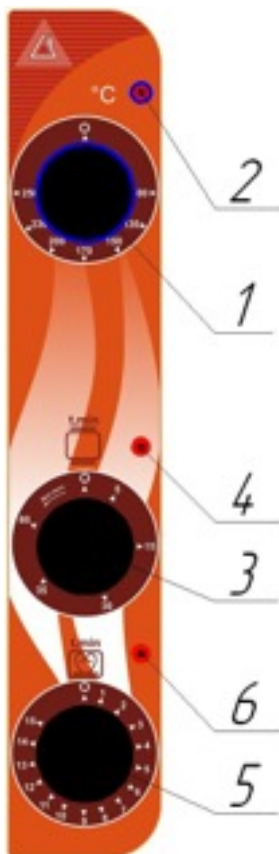

Рисунок 4.
4.2. На лицевой панели размещены органы управления работой коптильни (см. рис. 4):
4.3.2 Предварительно необходимо прогреть камеру коптильни, установив термостатом 1 (рис. 4) температуру от 80° до 200°С в зависимости от продукта копчения, при этом использовать таймер 3 (рис. 4), указав время примерно 15 минут (включается индикаторная лампочка 4).